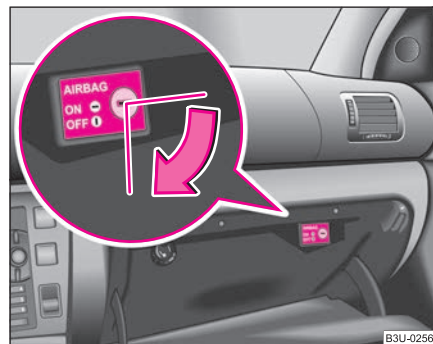

Fig. 153 Compartimento guardaoobjetos: Conmutador para airbags del acompañante
- Gire con la llave principal la ranura del conmutador del airbag en el sentido de la flecha a la posición **OFF** ⇒ página 178, fig. 153. La ranura del conmutador del airbag deberá encontrarse en posición vertical.
- Gire con la llave principal la ranura del conmutador del airbag en sentido contrario al de la flecha a la posición **ON** ⇒ página 178, fig. 153. La ranura del conmutador del airbag deberá encontrarse en posición horizontal.